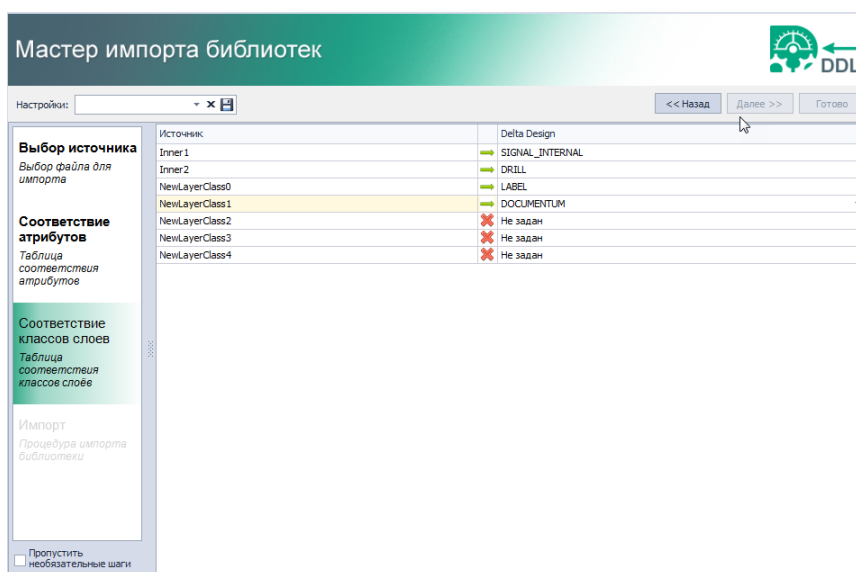

Рис. 21 Сопоставление классов слоев при импорте
5. Сопоставьте (при необходимости) классы слоев, которые использованы в импортируемой библиотеке, см. Рис. 21. В левом столбце указываются классы слоев, которые содержатся в импортируемом файле библиотеки. В правом столбце для импортируемого класса необходимо выбрать соответствие тому или иному классу слоя, существующему в системе, либо выбрать отметку, что данный класс слоя импортирован не будет.